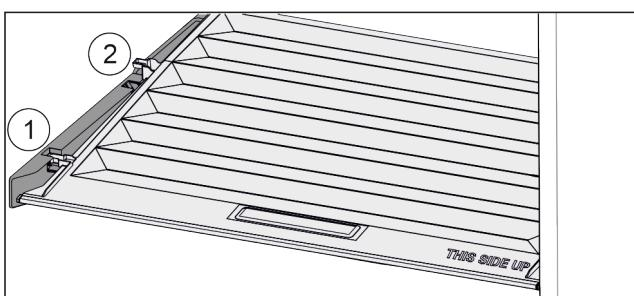

Fig. 137
- Издърпайте напред Fig. 137 (1) капака до отвора в задържащите части.
- Повдигнете го отзад отдолу и отстранете Fig. 137 (2) нагоре.